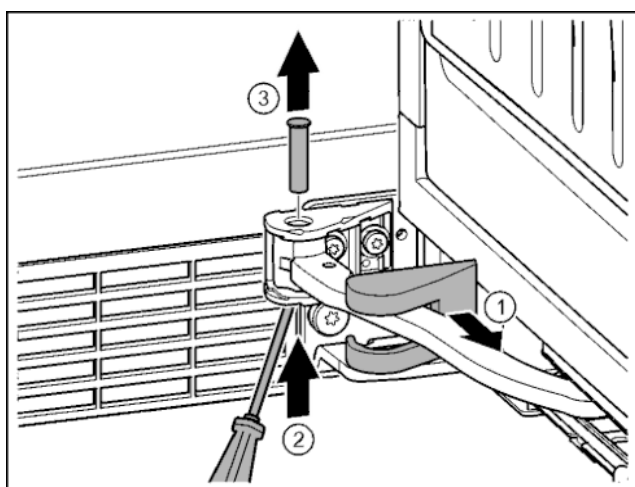

Fig. 18
- Снять крышку опорного кронштейна и переместить вдоль шарнира. Fig. 18 (1)
- Рукой или отверткой приподнять палец снизу. Fig. 18 (2)
- Вставить отвертку под головку пальца и вытащить его. Fig. 18 (3)